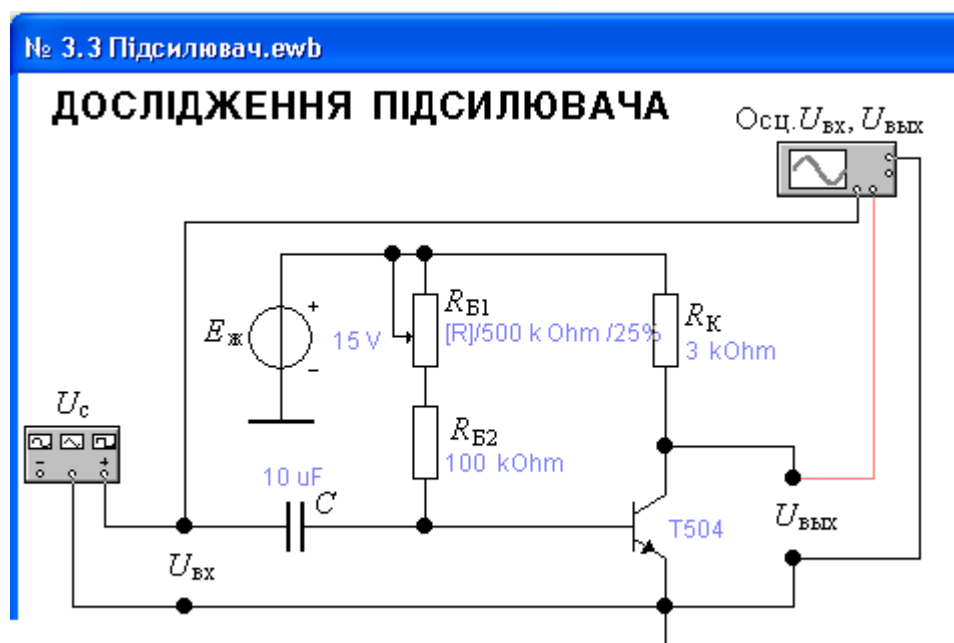
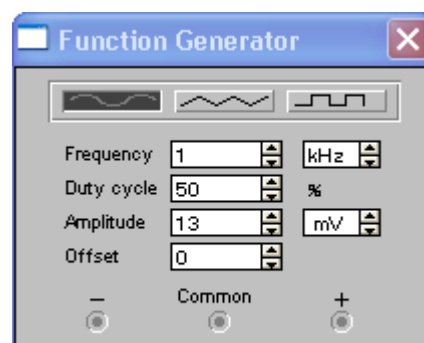

Рис. 4. Схема лабораторного стенда
Рис. 6
4.1.1. Відкрийте файл “№ 1.4. Підсилювач” (рис. 4).
4.1.4. Розкрийте осцилограф встановленням курсора на його позначенні „Осц. $U_{вх}$, $U_{вих}$ ” (рис. 4) та подвійним кліком лівої клавіші миші. На екрані буде мерехтати два промені: чорний – для вхідного сигналу та червоний – для вихідного.
4.1.5. Розкрийте генератор сигналу встановленням курсора на позначенні генератора U_c (рис. 4) та подвійним кліком лівої клавiші миші. Відкриється передня панель генератора (див. рис. 6).
4.2.1. У віконці **Amplitude** **mV** (див. рис. 6) встановіть розмірність *mV* та таку амплітуду вхідної напруги, за якої досягається максимальна неспотворена вихідна напруга.
Після роботи з осцилографом (рис. 4) або генератором не працює жодна кнопка. Для того, щоб кнопки працювали, слід встановити курсор за межами осцилографа і генератора та клікнути лівою клавішею миші. Кнопки почнуть працювати.